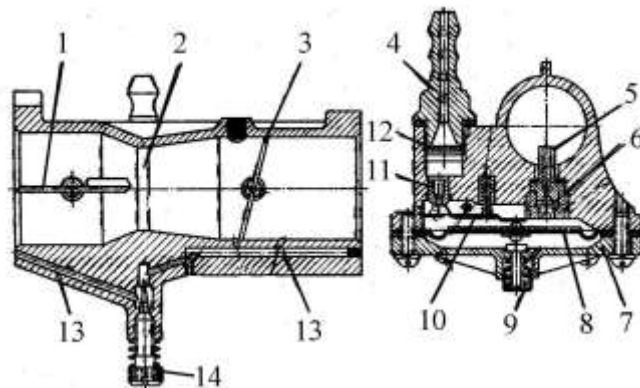

Рис. 3
3. Частково розберіть карбюратор К-06: зніміть кришку паливної камери, діафрагму, викрутіть паливний жиклер з розпилювачем. Користуючись рис. 3, знайдіть на карбюраторі: 1 -повітряна заслінка, 2- дифузор, 3-дросельна заслінка, 4-паливний штуцер, 5-розпилювач, 6-паливний жиклер, 7-кришка паливної камери, 8-діафрагма, 9-кнопка, 10-важіль, 11-клапан, 12-фільтр, 13-канали холостого ходу, 14-гвинт якості.